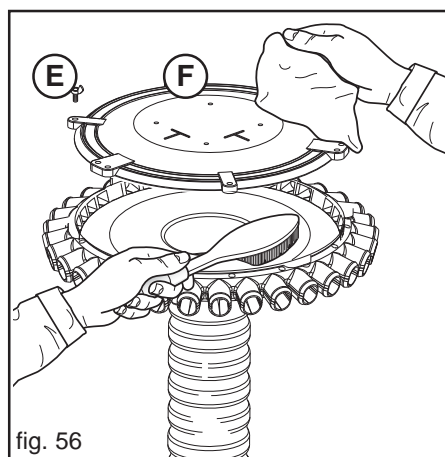
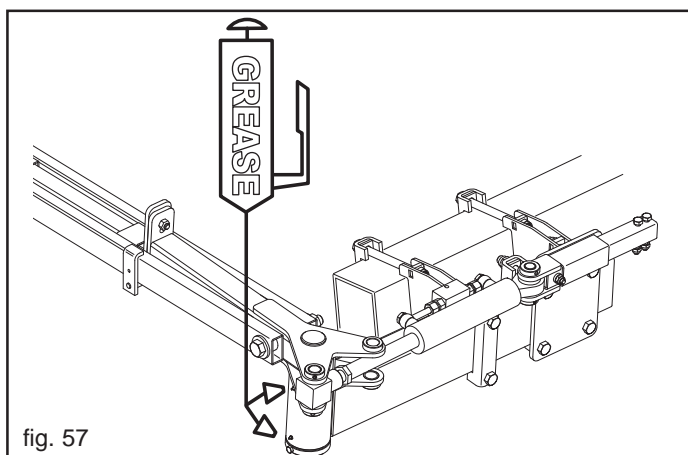

fig. 56
fig. 57
ALLE 50 ARBEITSSTUNDEN	<ul style="list-style-type: none"> - Den Dosiervorrichtungskörper vollständig und sorgfältig reinigen (siehe Kap. 3.4). - Streukopf vollständig und sorgfältig reinigen (Abb. 56): <ul style="list-style-type: none"> • Flügelmutterschrauben lösen und entfernen (E); • Deckel des Streuers abnehmen (F); • die Metallteile mit einer Bürste und die Kunststoffteile mit einem Lappen reinigen; • Deckel aufsetzen und mit den Flügelmutterschrauben festmachen. - Den Bolzen des Spurreisserarms schmieren (Abb. 57).